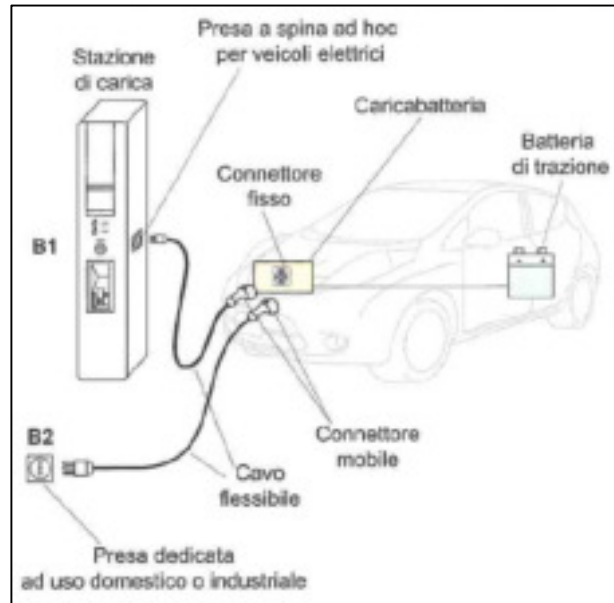

Fig. 2 – connessione di tipo B
- 2) **connessione di tipo B**: il cavo di alimentazione è collegato al veicolo elettrico da un connettore mobile e all'altra estremità è dotato di spina ad uso domestico o industriale, oppure spina apposita (fig. 2);